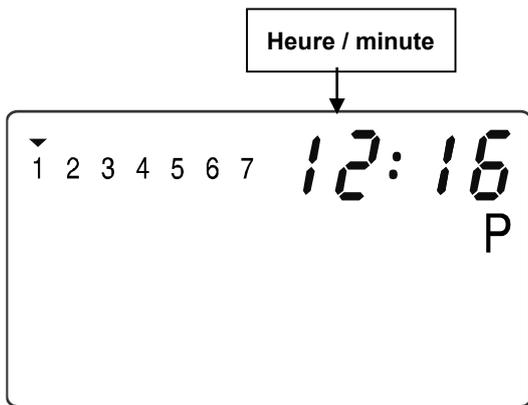

Fig. 11
5. L'affichage des heures clignote alors à l'écran (deux premiers chiffres), appuyez alors sur les boutons + ou - pour régler l'heure actuelle puis appuyez brièvement sur la touche P pour passer aux minutes que vous réglez à l'aide des boutons + ou - puis appuyez sur P pour valider. (Fig.11)